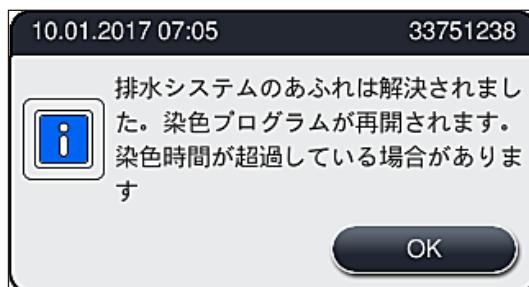

図 119
5. 装置フードを閉じ、情報メッセージ (→「図 119」) を確認して 「OK」 を押します。